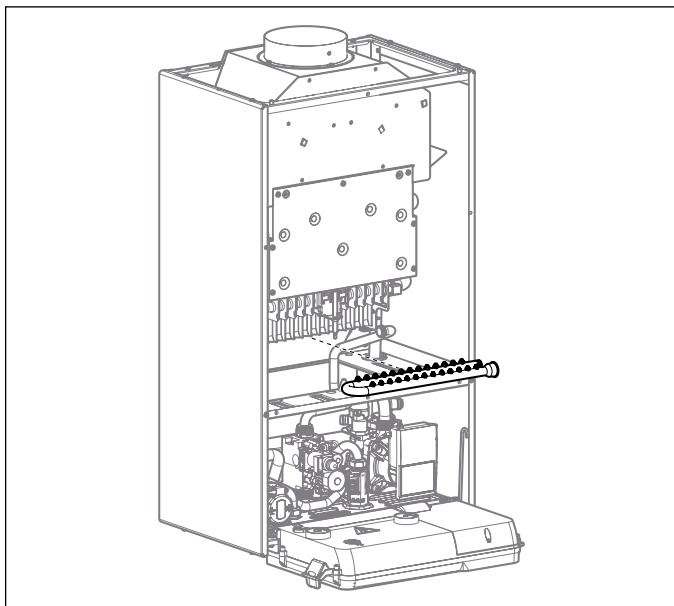

Abb. 15 Gasverteilerrohr
- Gasverteiler durch neuen Gasverteiler für entsprechende Gasart ersetzen (siehe Abb. 15).